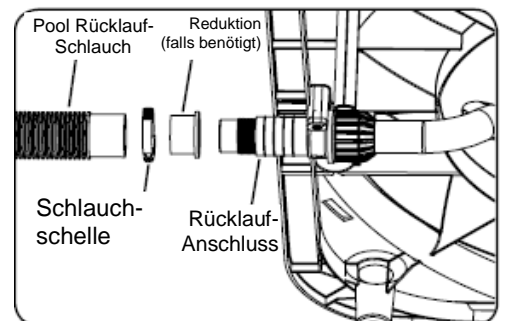

Abbildung 3
- Benützen Sie eine Schlauchschelle, um den Schlauch mit dem Rücklaufanschluss zu verbinden (siehe Abbildung 3).